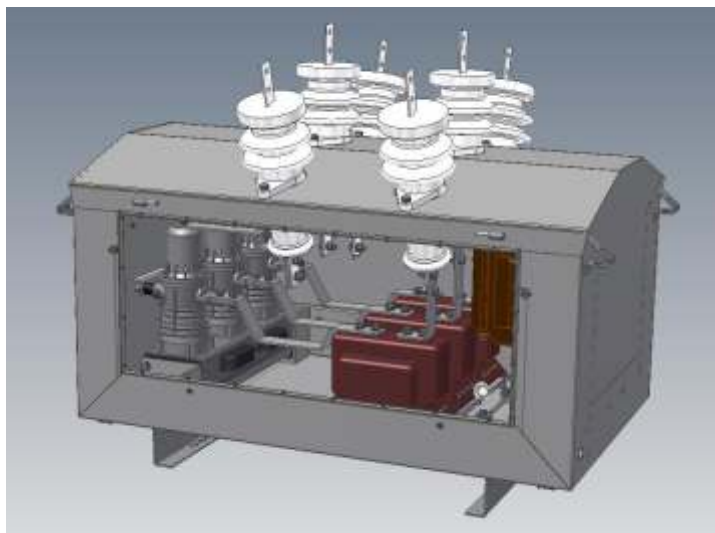

Рисунок 2
1.4.1. Внешний вид и расположение основных устройств высоковольтного модуля. При схеме 2ТТ/3ТН и 3ТТ/3ТН используются трехфазные антирезонансные группы трансформаторов напряжения 3 ЗНОЛП и 3 ЗНОЛП-ЭК. Антирезонансная группа устойчива к феррорезонансу и (или) воздействию перемежающейся дуги в случае замыкания одной из фаз сети на землю. дугля (далее ВМ) представлено на рис. 2.
1.4.8. Для подключения к линии электропередач в верхней части корпуса ВМ установлены проходные изоляторы типа ИПУ-10/630-7.5 (Рис.2а). В случае использования схемы 2ТТ/1ТН корпус ВМ имеет четыре проходных изолятора, в случае использования схемы 2ТТ/2ТН и 2ТТ/3ТН - пять проходных изоляторов, а в случае использования схемы 3ТТ/3ТН – шесть проходных изоляторов. Изоляторы маркируются цветными полосами: